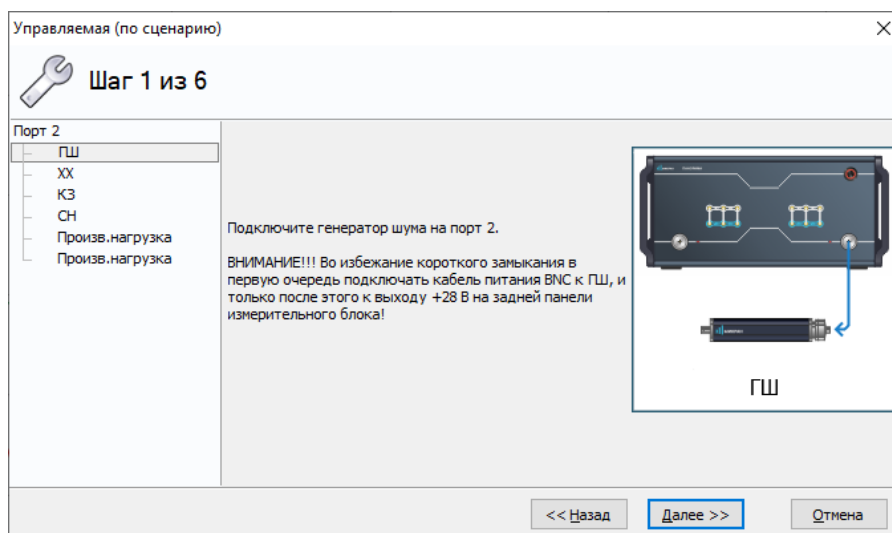

Рисунок 6.34 – Процесс векторной калибровки КШ с функцией измерения на зондовой станции
- при калибровке КШ требуется измерение 3 мер XX, КЗ и СН (РСН); для векторного варианта калибровки общее число мер также будет увеличено до 5 (рисунок 6.34), четвёртой и пятой мерой послужат XX и КЗ, соединённые с портом P42 через аттенюатор небольшого номинала (3...10 дБ).